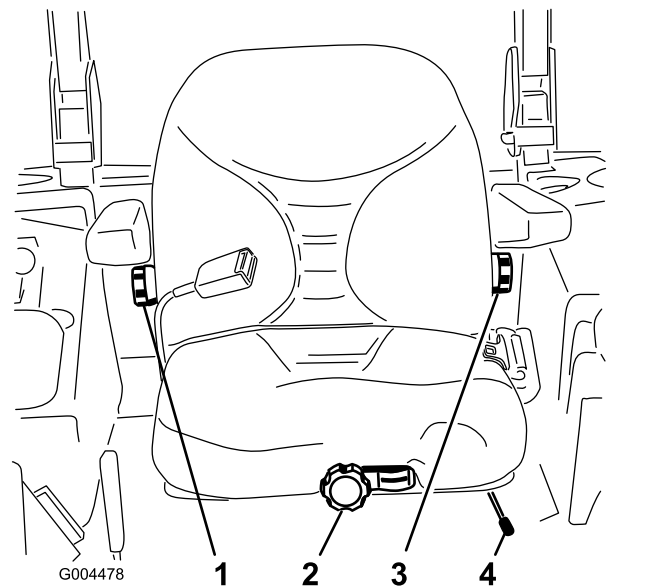

Figura 16
1. Para ajustar el asiento, mueva la palanca lateralmente para desbloquear el asiento (Figura 16).
Sin sentarse en el asiento, gire el pomo situado en la parte delantera en cualquier sentido hasta encontrar la posición más cómoda (Figura 16).
Para ajustar el respaldo del asiento, gire el pomo situado debajo del reposabrazos derecho en cualquier sentido hasta encontrar la posición más cómoda (Figura 16).
Para ajustar el respaldo del asiento, gire el pomo situado debajo del reposabrazos izquierdo en cualquier sentido hasta encontrar la posición más cómoda (Figura 16).